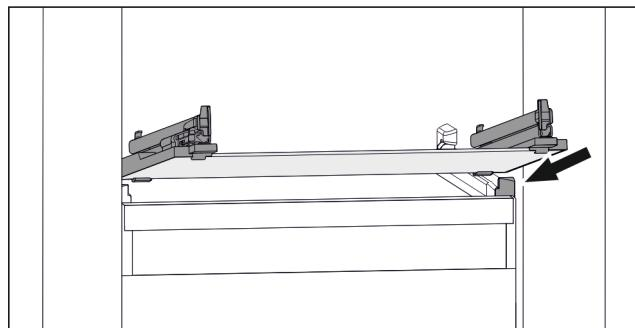

Fig. 154 Príklad zobrazenia sklenej dosky
- Nasadte sklenenú dosku šikmo za zarázkami. (pozri Fig. 154)